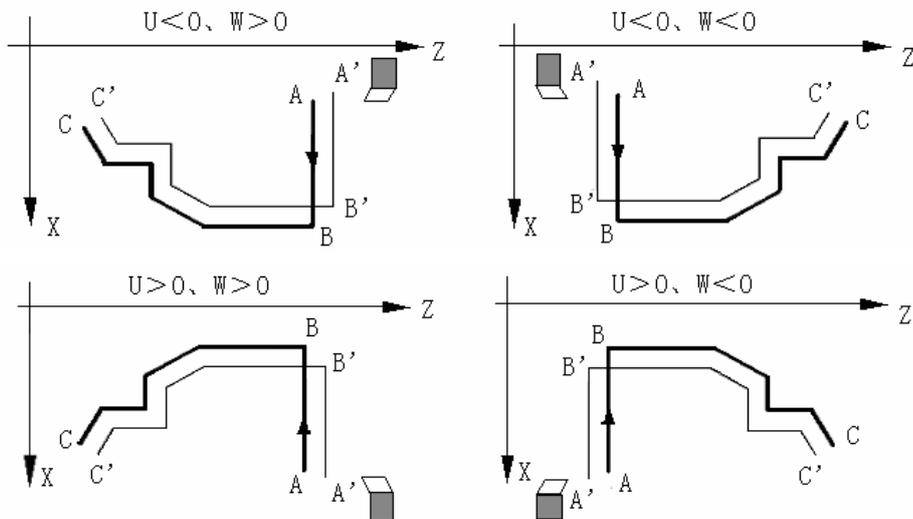

图 4-40
- 1) 执行指令①时，坐标轴没有实际运动，系统自动将偏移量记忆到内部，一直有效；如果未指定，则默认为 0。
- 2) G71 指令①设置的偏移量仅对 G71 指令②起作用，
- 3) G71 指令①中的 U、W 字段必须同时指定，不能只写一个。
- 4) G71 指令③中的 X(U)、P、Q 字段应该与 G71 指令②一致；如果要写，必须写完整；而且字段范围与指令②相同。
- 5) G71 指令③中，P~Q 程序段中的指令编程规则同粗车 G71 指令②相同。
- 6) 系统执行粗车 G71 指令②时，自动记忆最近的 G71 中的 X(U)、P、Q 字段数据；如果 G710 省略了 X(U)、P、Q 字段，则直接引用内部记忆的数据。因此，如果是对最近粗车过的 G71 轨迹进行精车，则可以省去 G710 之后的字段。
- 9) G710 与 G71 指令②一样，内部可以进行刀尖半径补偿，编程规则、格式与 G71 指令②一样。
- 10) 留粗车余量时坐标偏移方向：指令①的 U、W 反应了精车时坐标偏移和切入方向，按 U、W 的符号有四种不同组合，见图 4-40，图中：B→C 为精车轨迹，B'→C'为粗车轮廓，A 为起刀点。